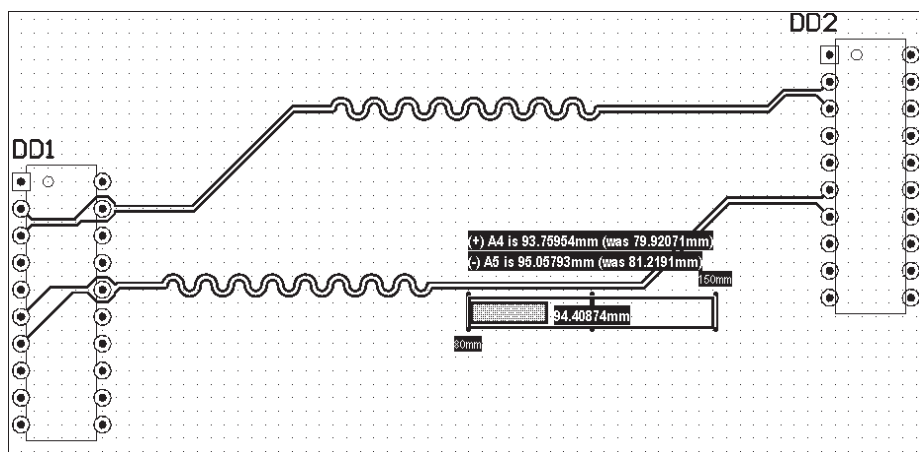

Рис. 6.38. Выравнивание длины проводников дифференциальной пары
- двигая курсор вдоль трассы, построить удлиняющую змейку. В ходе построения удлиняющая змейка деформирует сразу оба проводника дифференциальной пары с сохранением зазора между ними (рис. 6.38). Индикатор **Length Tuning Gauge**, как и в предыдущем случае, показывает близость к достижению заданного результата или нарушение установленного правила, меняя цвет линейки процесса с зеленого на красный;